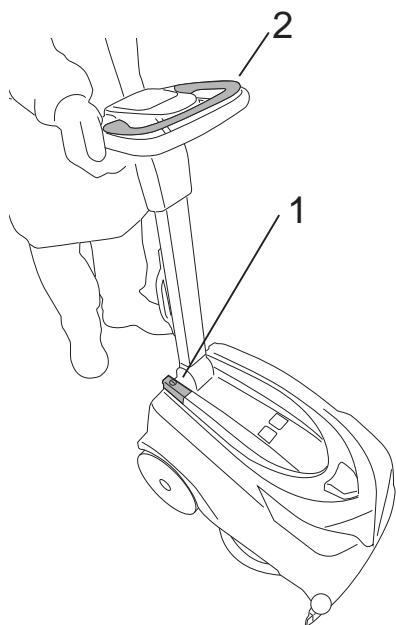
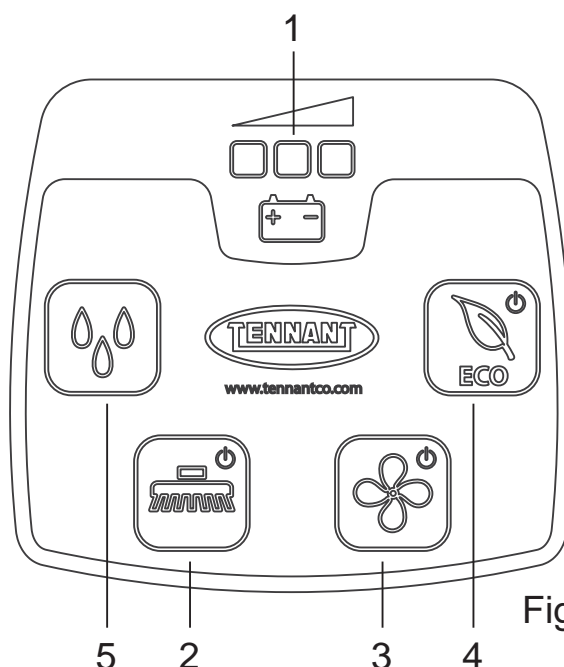

Fig.14
Fig.15
- Huvudströmbrytare (bild 14-ref.1): aktiverar och avaktiverar elförsörjningen till maskinens samtliga funktioner.
- Batteriladdarens röda kontrollampa (bild 15-ref. 1): består av 3 lysdioder, gul, röd och grön som signalerar batteriets laddningsnivå. De tänds på följande sätt:
- Borstens knapp (bild 15-ref.2): aktiverar ("tänd lysdiod") och avaktiverar ("släckt lysdiod") funktionen "Borste". Borsten sätts i funktion endast med "Borstens kontrollspak" (bild 14-ref.2).
- Suganordningens knapp (bild 15-ref.3): tänder ("tänd lysdiod") och släcker ("släckt lysdiod") sugmotorn, som tillåter en torkning av golvet på vilket arbetet utförs. Motorn sätts endast i funktion med "borstens styrspak".
- Knapp för lösningsmedlets flöde (bild 15-Ref.5): gör så här för att aktivera, inaktivera eller ändra på lösningsmedlets flöde:
- ECO-knapp (bild 15-ref.4): aktiverar ("tänd lysdiod") och inaktiverar ("släckt lysdiod") ECO-läget.